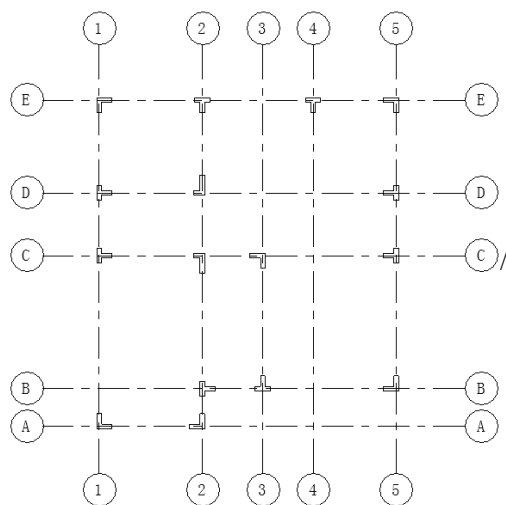

图 5-53 放置 Z4a 柱子
(11) 重复“载入族”命令，载入 Z4a 柱子，将其放置在如图 5-53 所示的位置，然后利用“镜像—轴线”命令将轴线 C 与轴线 2 交点上的柱子以轴线 D 为镜像线进行镜像。